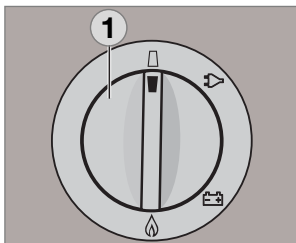
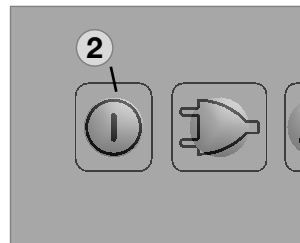

Abb. 40
Abb. 41
- Stellen Sie bei Batteriezünder-Modellen den Energiewahlschalter (1) auf Position "AUS". Das Gerät ist abgeschaltet (Abb. 40).
- MES und AES Modelle werden über die Taste (2) ausgeschaltet. Halten Sie die
Taste (2) für 3 Sekunden gedrückt. Die Anzeige erlischt und das Gerät ist komplett abgeschaltet (Abb. 41).